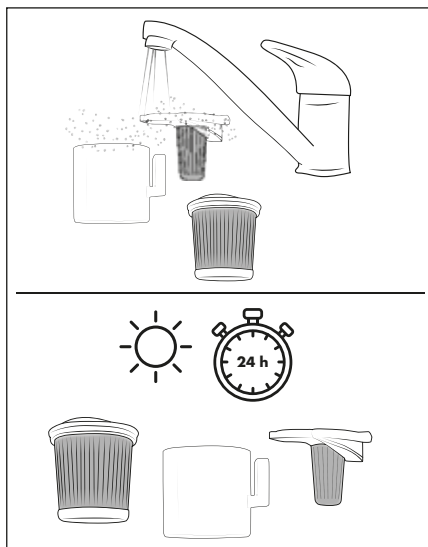

Abb. 18
- 5) Spülen Sie den HEPA-Filterbehälter **5**, den HEPA-Filter **4**, und den Edelstahlfilter **6** unter kaltem oder lauwarmem Wasser aus. Lassen Sie den HEPA-Filterbehälter **5**, den HEPA-Filter **4** und den Edelstahlfilter **6** vollständig an der Luft trocknen, bevor Sie diese wieder in den Staubbehälter **7** einsetzen (siehe Abb. 18).